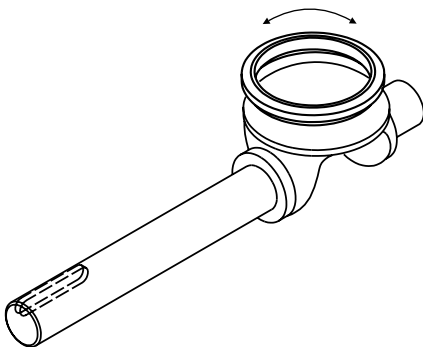

Fig. 6-9 Limpieza, pulido y lubricación
3. Pula el segmento de bola en el nuevo asiento. Use la pasta de pulido y frote el asiento y el segmento de bola uno contra otra hasta que las superficies de la zona de sellado estén uniformemente mates (→ Fig. 6-9).
Pula el segmento de bola en el nuevo asiento. Use la pasta de pulido y frote el asiento y el segmento de bola uno contra otra hasta que las superficies de la zona de sellado estén uniformemente mates (→ Fig. 6-9).